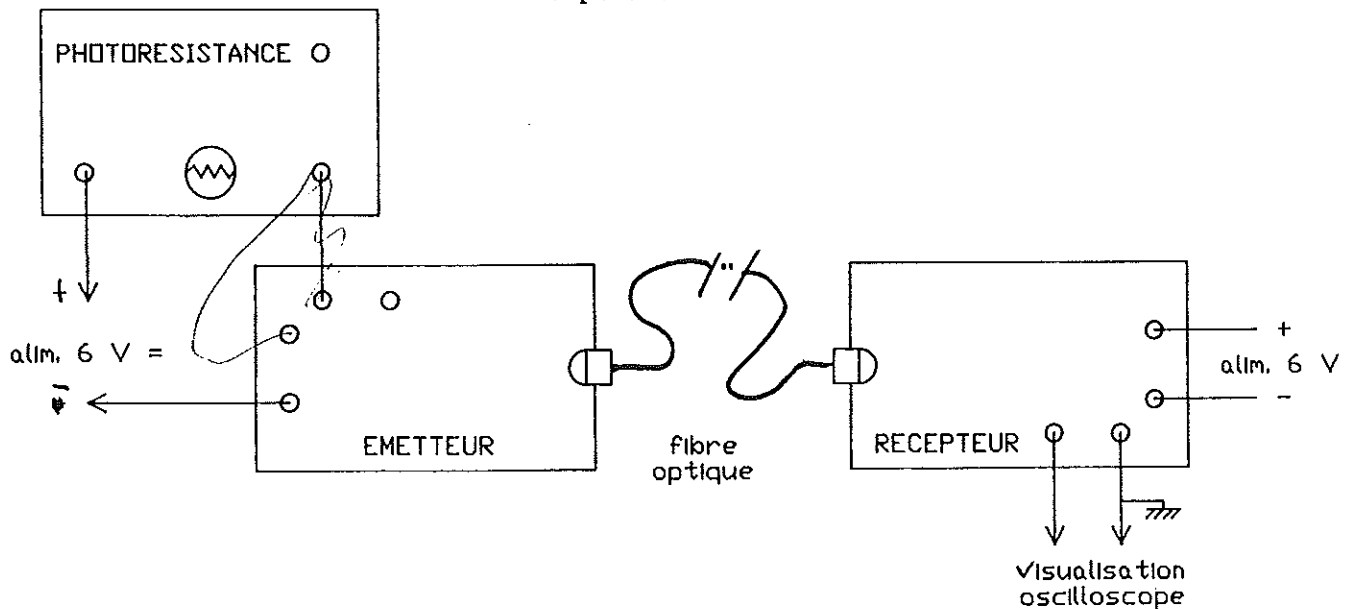

figure 14 : montage pour détecter et transmettre une variation d'éclairement
- brancher la photorésistance (bornes jaune et noire) en série avec l'alimentation continue 6 V aux bornes rouge et noire de l'émetteur (figure 14).
- reprendre le montage de la figure 14 en connectant le générateur de signaux aux bornes noire et jaune de l'émetteur (noire à la masse du GBF). Il est nécessaire que l'un des 2 appareils (alimentation ou GBF) possède une masse dite flottante à cause du montage côté émetteur.